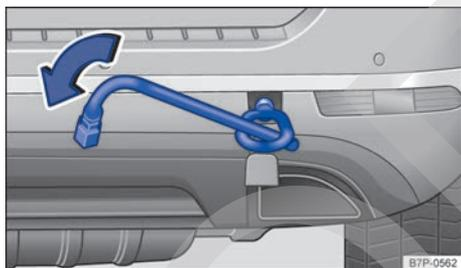

Fig. 238 En el lado derecho del paragolpes trasero: enroscar la argolla de remolque.
- Enrosque la argolla de remolque en el alojamiento girándola al máximo **en el sentido contrario al de las agujas del reloj** → fig. 238 → ⓘ. Utilice un objeto adecuado con el que pueda enroscar completa y firmemente la argolla de remolque en su alojamiento.